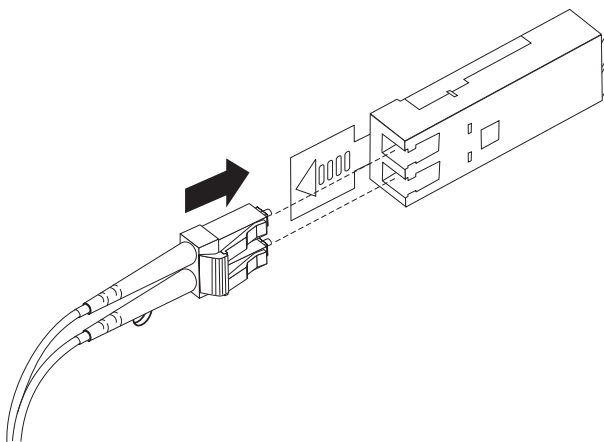

Figura 22. Inserindo um Cabo Fibre Channel LC-LC em um Módulo SFP
4. Insira com cuidado essa extremidade do cabo LC-LC em um módulo SFP instalado no EXP5060. O conector do cabo é bloqueado com uma chave para garantir que seja inserido corretamente no módulo SFP. Segurando o conector, empurre o cabo até que ele se encaixe na posição, conforme mostrado na Figura 22.